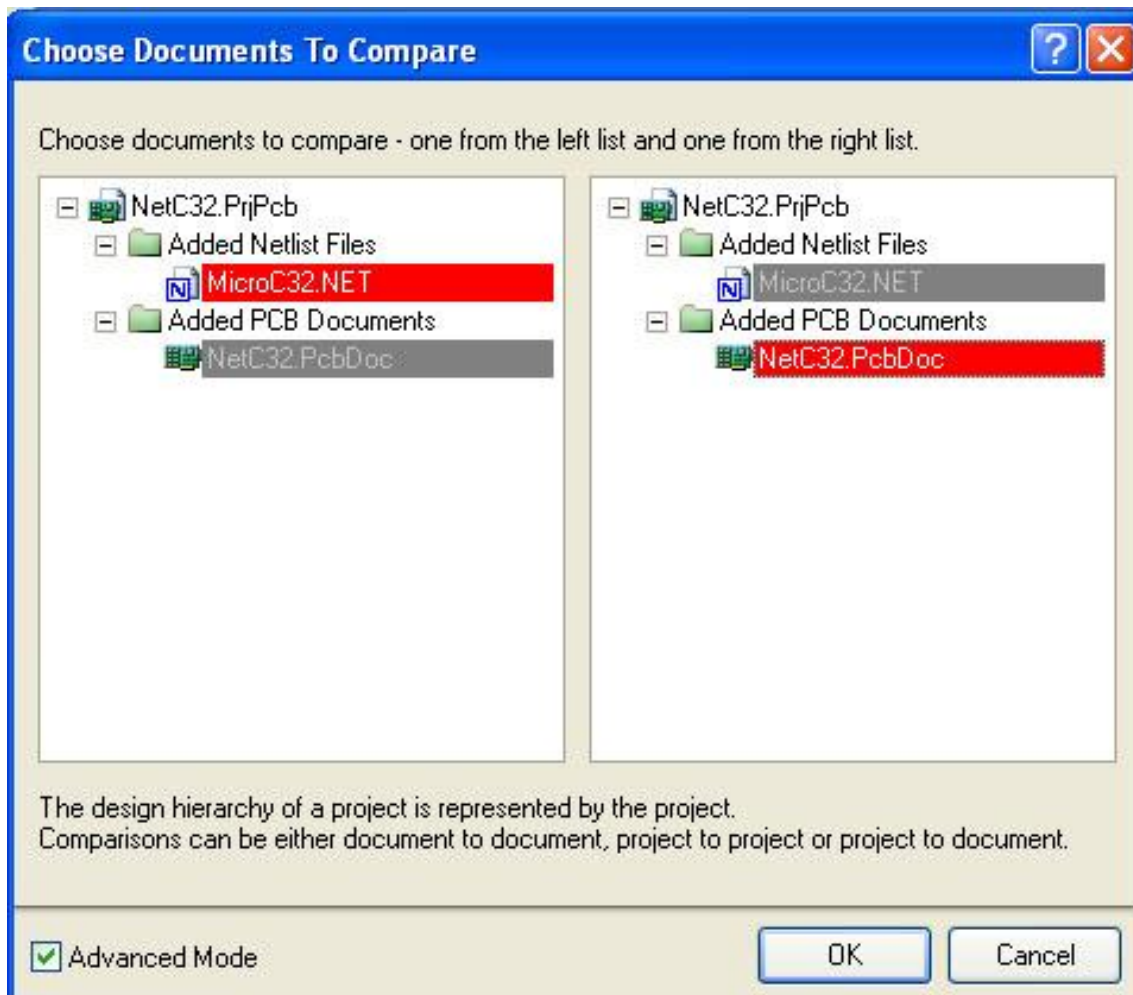

Figura 3.46 Transferencia de Archivo Netlist a Documento PCB.
7. Seleccione en las columnas el fichero de netlist (*.NET) y en la otra el archivo Esquema o PCB donde se realizara la transferencia. Figura 3.46